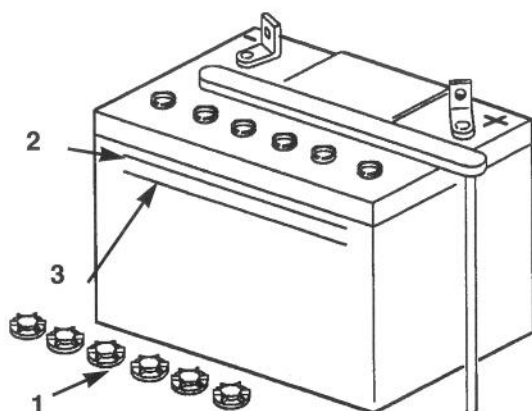

Figure 22
2. Examiner le côté de la batterie. L'électrolyte doit atteindre la marque UP (MAXIMUM) (Fig. 22). Ne pas laisser le niveau baisser au-dessous de la marque LOWER (MINIMUM) (Fig. 22).
2. Dévisser les bouchons de remplissage (Fig. 22).
3. Verser doucement suffisamment d'eau distillée dans chaque cellule de la batterie pour que le niveau atteigne la marque MAXIMUM sur le boîtier (Fig. 22).